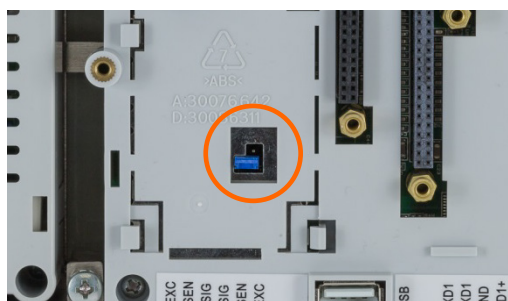
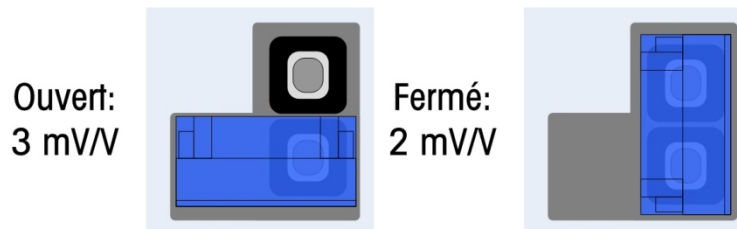

Figure 2-61 : Emplacement du cavalier Millivolt W1, circuit imprimé principal
Figure 2-62 : Positions du cavalier Millivolt W1
La version IDNet de la carte principale de l'IND570 n'est équipée d'aucun cavalier. Un cavalier se trouve sur la carte principale de la bascule analogique IND570 (W1). Ce cavalier sélectionne une exploitation 2 mV/V ou 3 mV/V du circuit analogique. La position usine par défaut se trouve sur 3 mV/V. Reportez-vous à la Figure 2-61 pour l'emplacement du cavalier et à la Figure 2-62 pour les réglages.
- Lorsque vous enlevez le cavalier W1 pour utiliser 3mV/V, repositionnez-le sur une seule des broches comme sur la Figure 2-61 et à gauche sur la Figure 2-62. Si le cavalier n'est pas correctement positionné, le couvercle en plastique recouvrant la carte principale ne s'adaptera pas correctement. Si tel est le cas, ne forcez pas sur le couvercle en plastique. Démontez le couvercle et positionnez le cavalier selon la présentation.